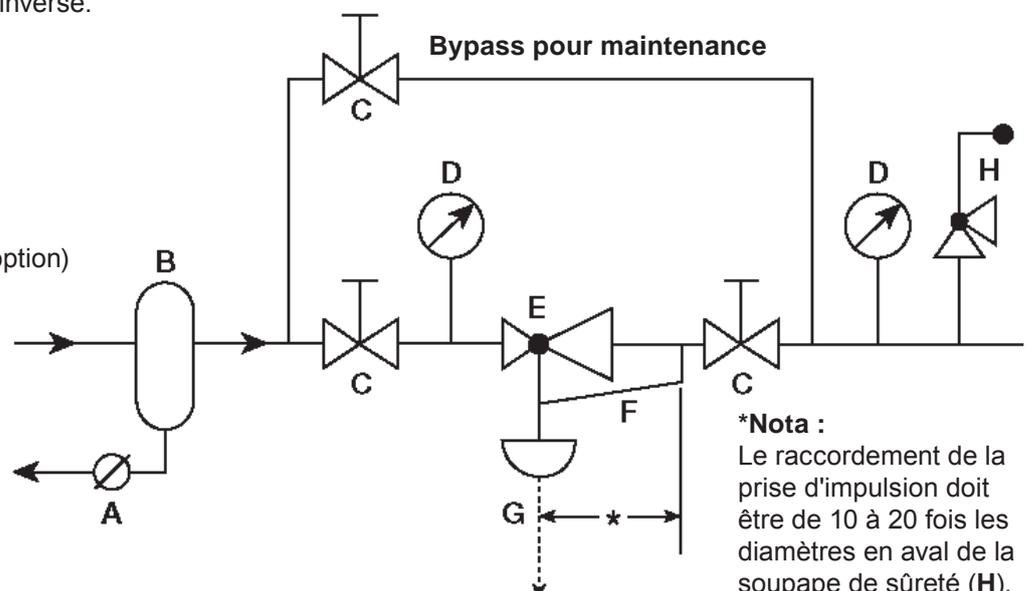
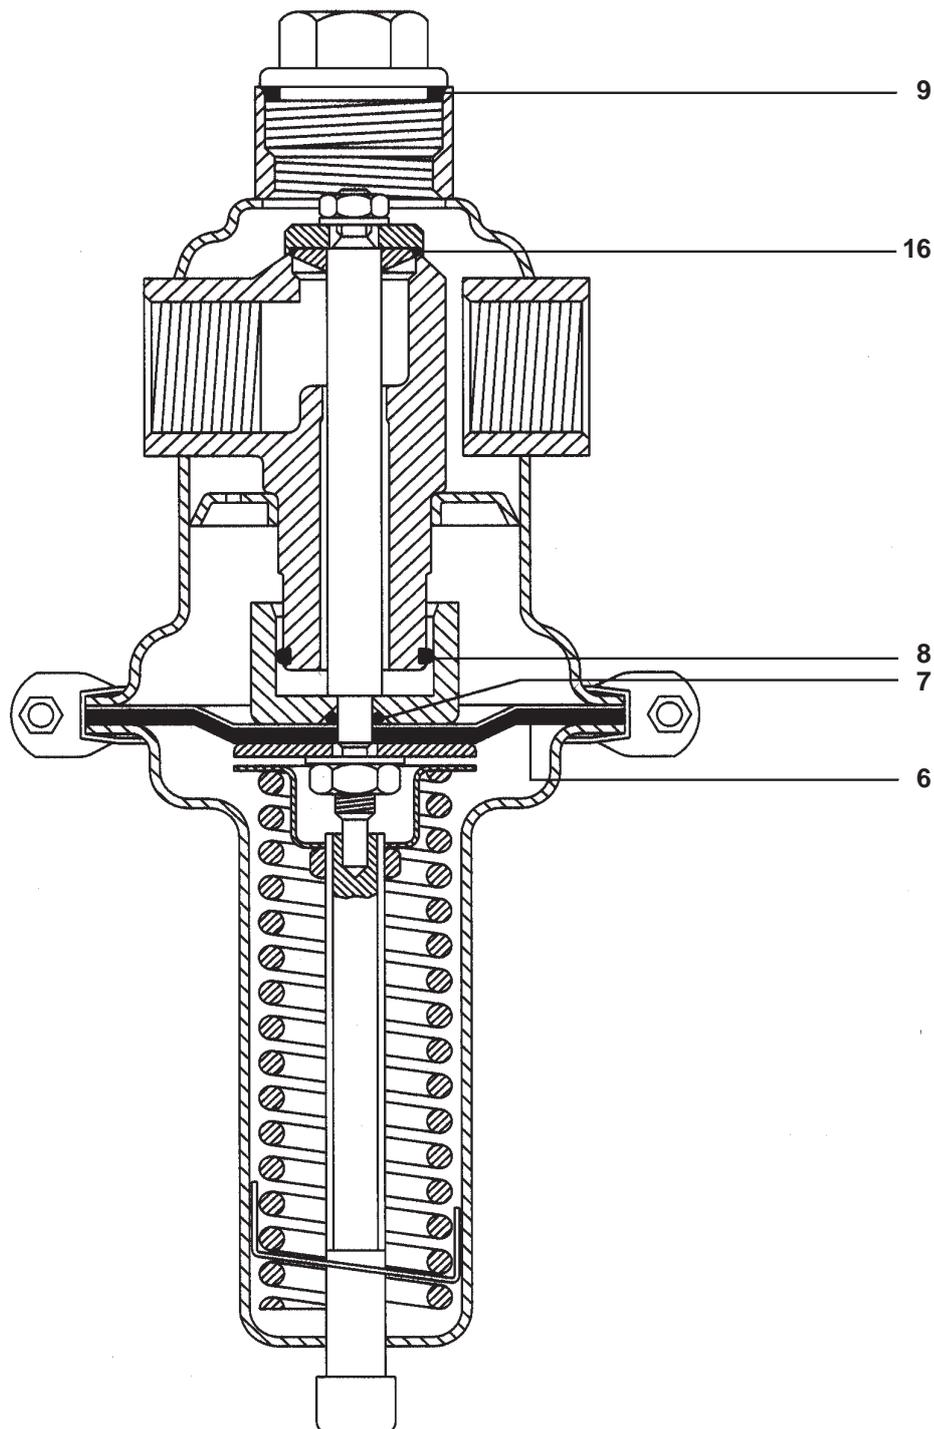

Fig. 4
Fig. 5
5.2 Inspection/remplacement de la membrane et du joint torique (voir Fig. 4 et Fig. 5)